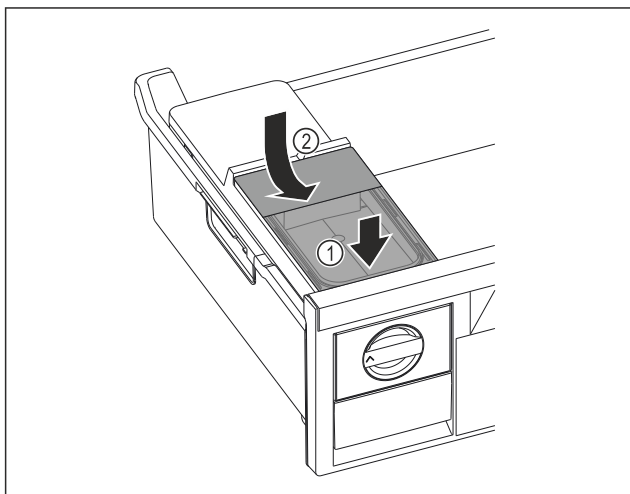

Fig. 82
- Postavite spremnik za vodu srijeda. Fig. 82 (1)
- Spustite spremnik za vodu straga. Fig. 82 (2)